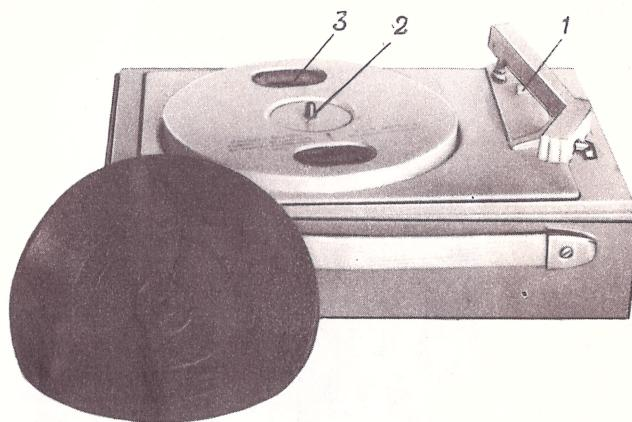

Рис.3
писью. Включение производится ручкой "Пуск-Стоп" 1 (см. рис.3). При включении загорится контрольная лампочка.
Для нормальной работы механизма, вращающего диск электрофона, следует не реже одного раза в год производить смазку трущихся деталей механизма машинным маслом. Для этого отверните три винта: один под ручкой переноса (см. рис.3) и два на петлях основания футляра. После этого рамку с механизмом выньте из основания, снимите резиновый кружок с диска, выньте пружину 2 (рис.3) и снимите диск.
- В отверстие втулки введите 3–4 капли масла, установите диск на место и закрепите его от выпадания пружиной 2 (рис.3).